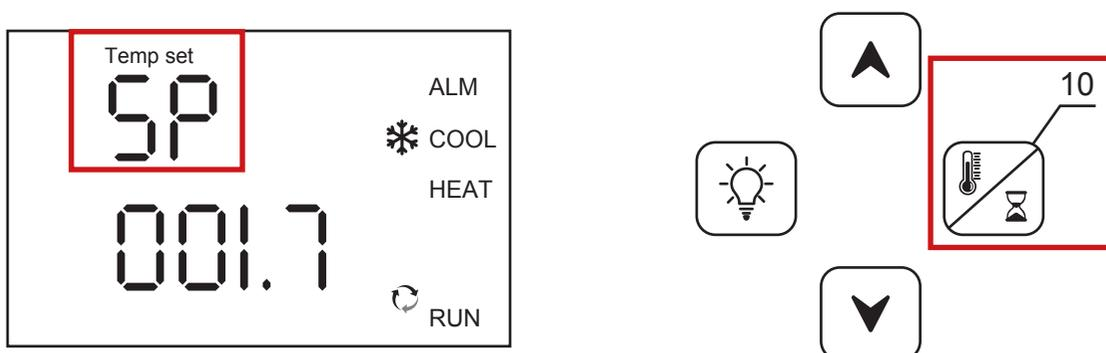

Figura 5. Incubación a baja temperatura
- 2. Evaporar líquido interno.** Para reducir la humedad se recomienda evaporar el interior. Primero presionar el botón (10) y definir la temperatura del valor SP a 50.0 °C como se muestra en la figura 5. Después presionar 2 veces el botón (10) para salir de la configuración de temperatura.